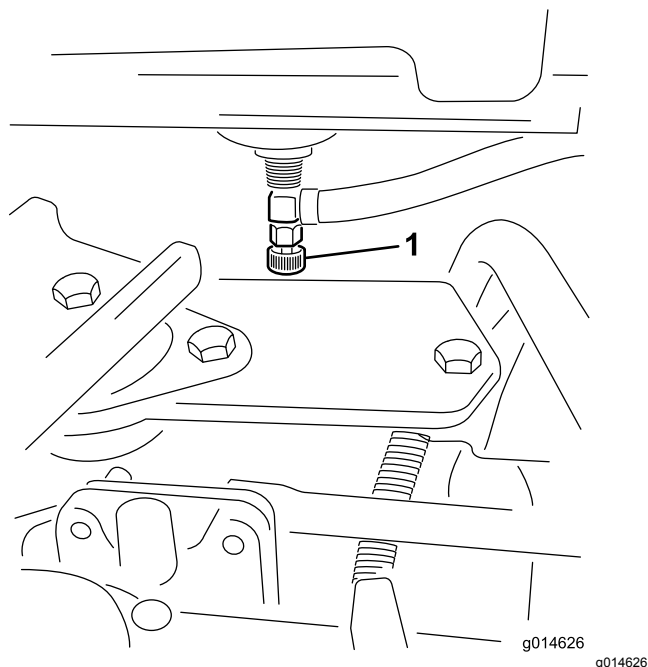

図 29
1. 長期間保管する場合には燃料バルブ 図 29 を閉じておく。